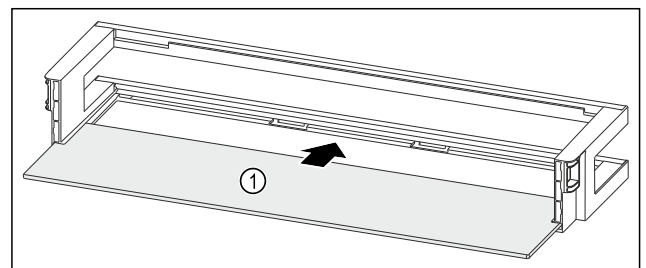

Fig. 111 Türabsteller mit Abstellfläche
- Abstellfläche Fig. 111 (1) in die seitlichen Einsparungen einschieben.